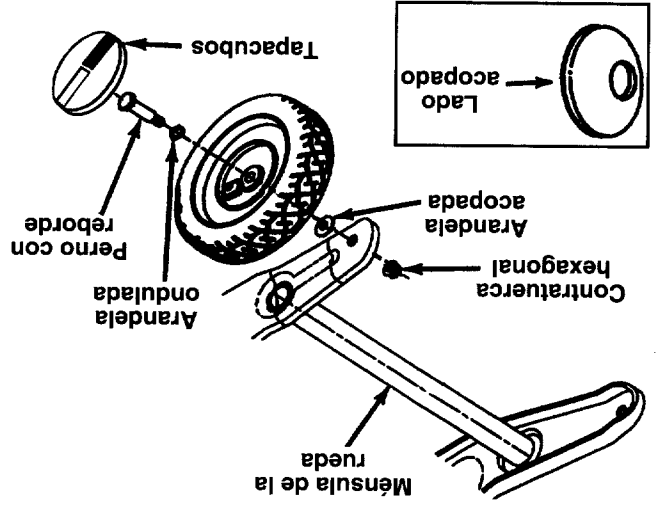

FIGURA 2.
NOTA: El lado acopado de la arandela va contra la canalada de la astilladora. Vea la figura 2 para localizar el lado acopado de la arandela.
- Retire la contratuercas hexagonales y los pernos con reborde del frente de las ménsulas de las ruedas. Vea la figura 2.